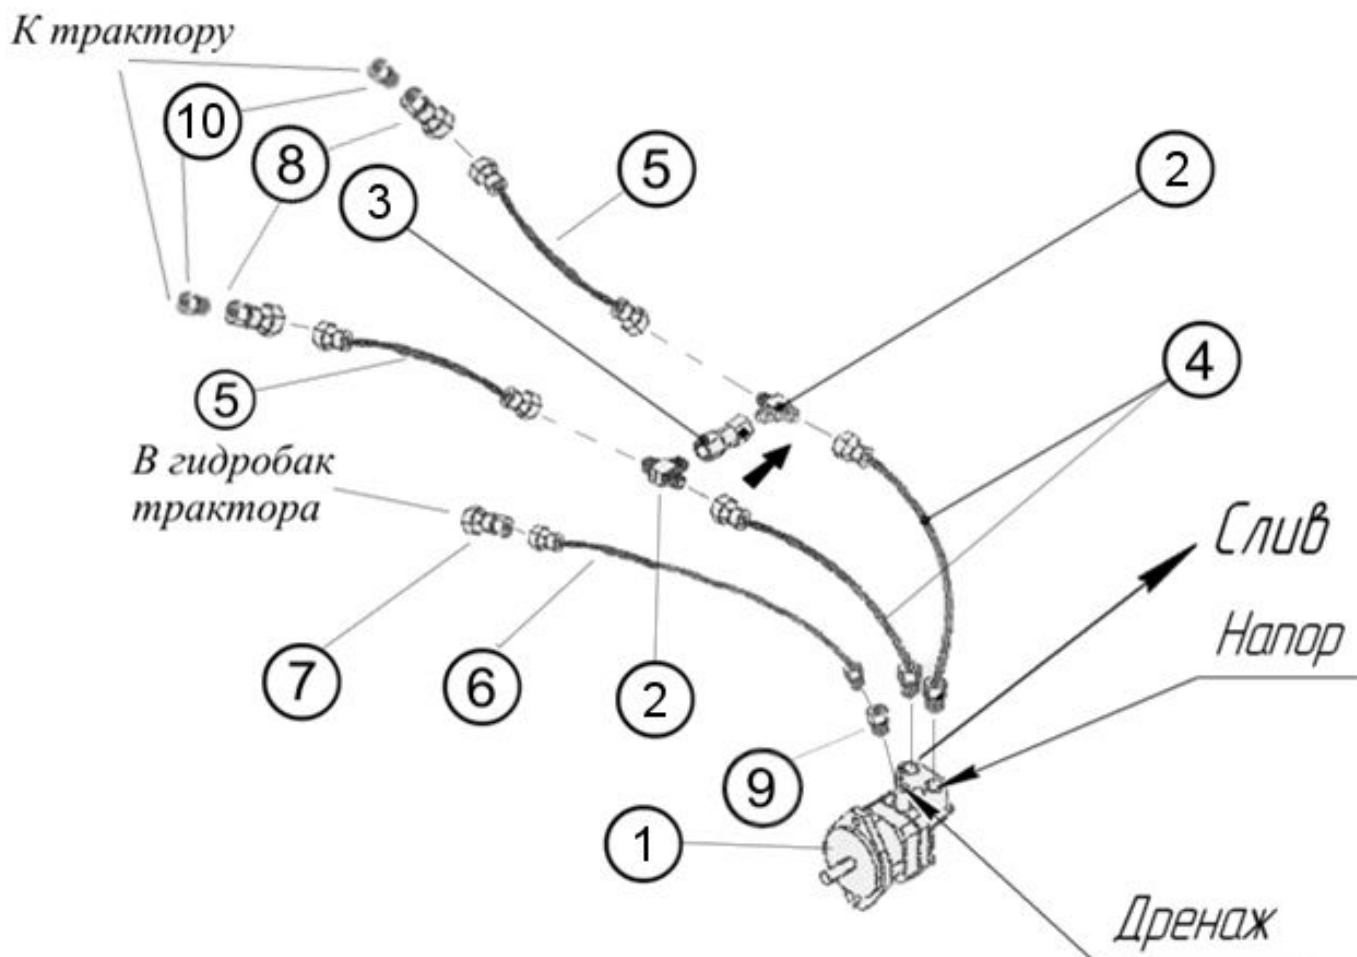
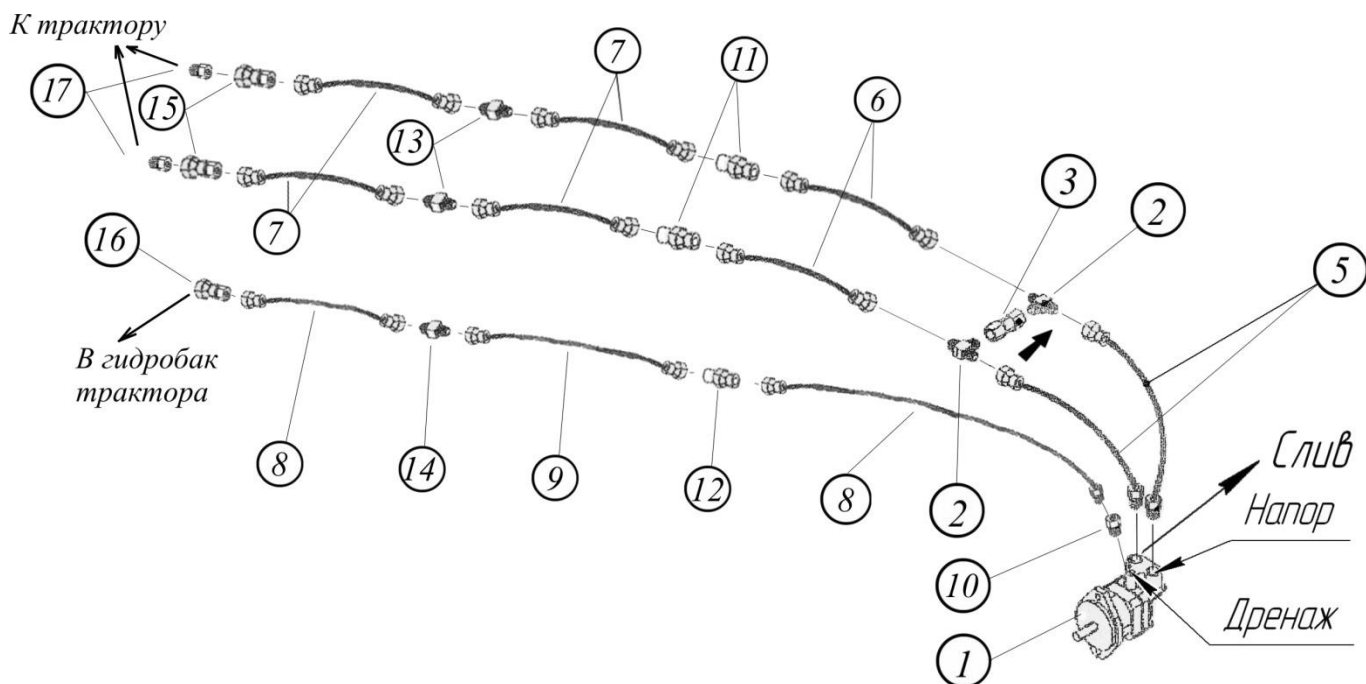

Рис.4.7.1. Гидропривод вентилятора бункера одноосного.
Рис.4.7.2. Гидропривод вентилятора бункера двухосного.
4.7.1. Установите элементы системы гидропривода вентилятора согласно рис. 4.7.1 – для посевного комплекса с одноосным бункером и рис.4.7.2 – для посевного комплекса с двухосным бункером. Номера узлов и деталей см. в табл. 4.7.1, 4.7.2 соответственно и на бирках. Детали поз.1,2,3,5 уже установлены на бункере на заводе изготовителе.
**Примечание.** Возвратный клапан (поз.3) устанавливать по направлению стрелки из полости "Слив" в полость "Напор" как показано на рис.4.7.1 рис.4.7.2. В зависимости от поставки, на клапане выбита "стрелка" или "точка" по направлению пропускания масла через клапан. Клапан служит для предотвращения резкого стопорения крыльчатки вентилятора при отключении гидросистемы трактора.